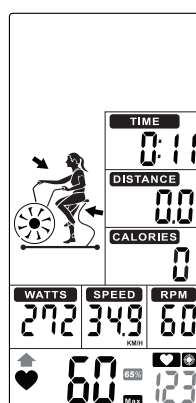

FIGURA 47
- Quando a frequência cardíaca cair abaixo de 65%, o valor ↑ & 65% piscará. Um alerta sonoro soará a cada 10s até que a frequência cardíaca do usuário alcance mais de 65% (Figura 47).